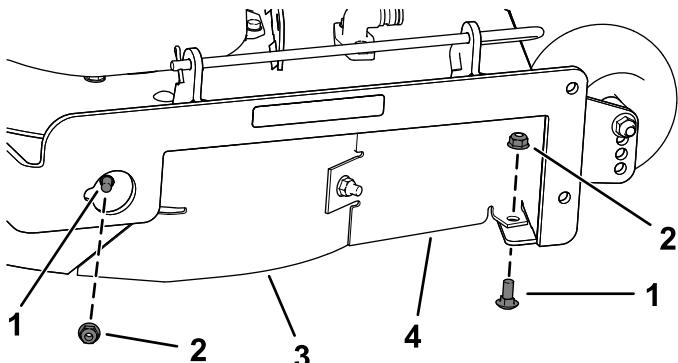

Figura 13
7. Retire los 2 pernos de cuello cuadrado (5/16" x 3/4") y las 2 contratuerca (5/16") que sujetan el deflector derecho y el protector del deflector montados en la carcasa del cortacésped (Figura 13).